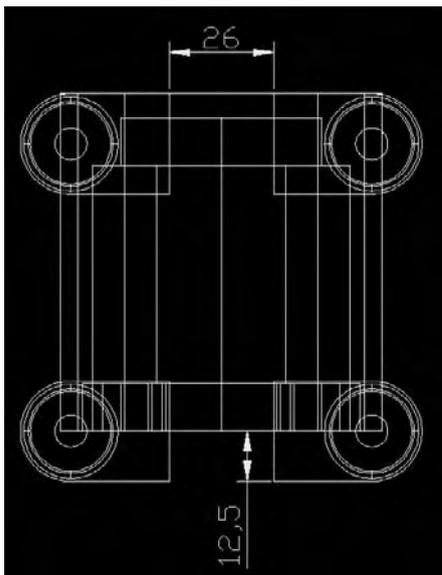
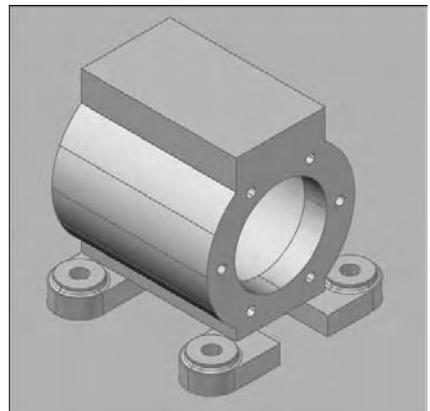

Fig.16.10
Fig.16.11
- 8 Placez les pieds sous la pompe selon la position illustrée à la figure 16.10 Utilisez les fonctions Copier (Copy) et Miroir (Mirror) pour placer les pieds (fig.16.11).